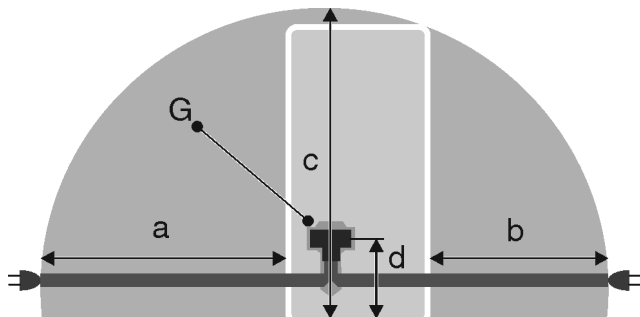

Fig. 20 Kühl-/Gefrierkombinationen / Gefriergeräte / Vollraum-BioFresh-Geräte
- Steckdose liegt nicht hinter dem Gerät, sondern in den Bereichen a oder b Fig. 20 (a, b, c).
- ▶ Gerätestecker Fig. 20 (G) auf der Rückseite des Gerätes einstecken. Auf richtiges Einrasten achten.